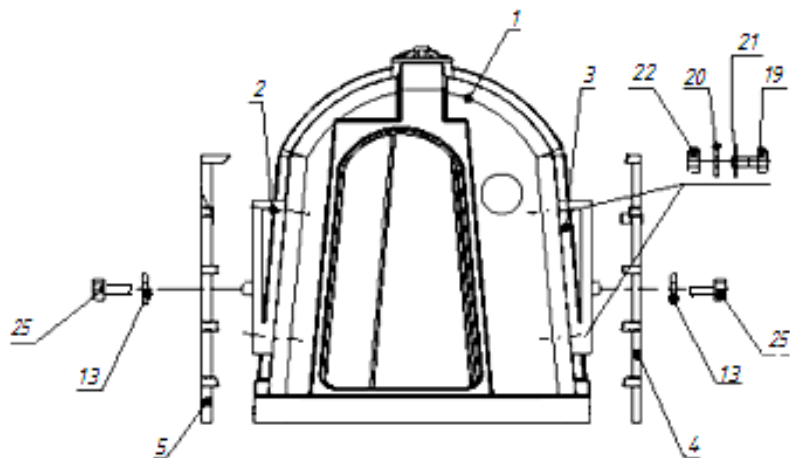

Рис.4 Схема установки кронштейнов(2.3) крепления боковин полимерного ограждения , боковин(4.5) ограждения к боксу.
К кронштейнам (2) и (3) прикрепить правую (4) и левую (5) боковины ограждения (Рис.4) с помощью шайбы (13), болта (25).